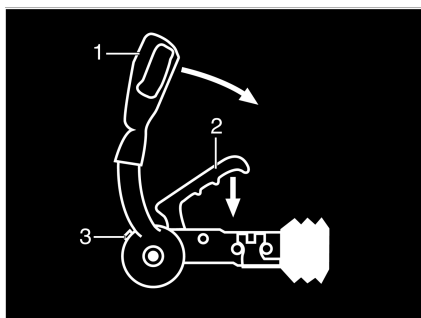

Fig. 2 Accouplement de sécurité AKS 3004
- Soulever complètement le levier de stabilisation (Fig. 2,1).
- Tirer la poignée d'attelage (Fig. 2,2) vers le haut.
- Effectuer un contrôle visuel : Le cylindre vert de l'indicateur de sécurité (Fig. 2,3) doit être allumé.
- Activer l'installation du dispositif de stabilisation. Appuyer le levier de stabilisation (Fig. 2,1) jusqu'à la butée vers le bas.